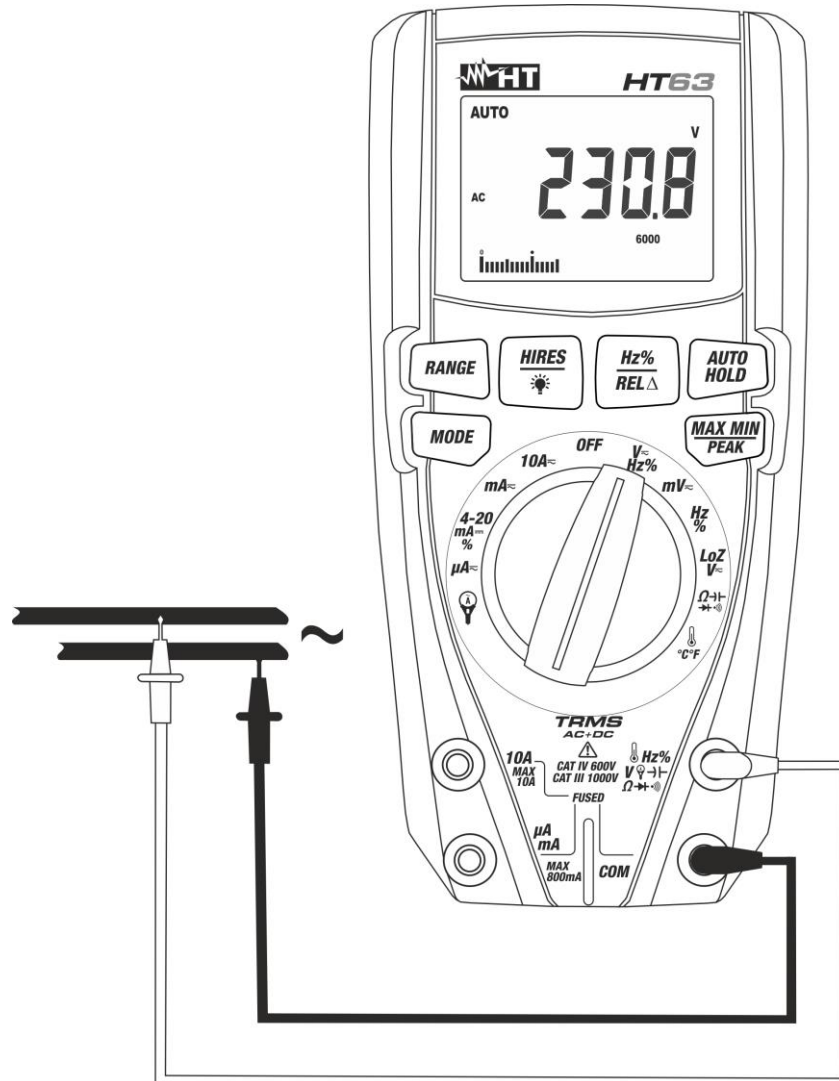

Fig. 3: Uso do instrumento para a medição de Tensões CA
4. Colocar a ponteira vermelha e a ponteira preta respetivamente nos pontos do circuito em exame (ver Fig. 3). O valor da tensão é apresentado no display.